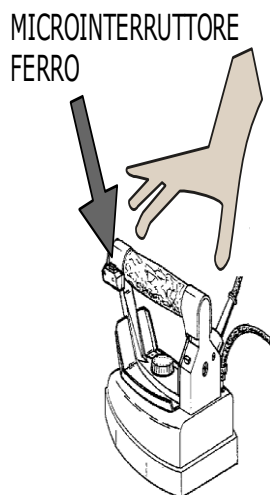

Fig. 6
7. L'apparecchio raggiunge la pressione ottimale per lo stiro quando la spia caldaia (verde) si spegne. Sollevare il ferro per il manico in sughero e premere il microinterruttore del ferro (fig. 6) per 4-5 volte, facendo uscire il vapore. Bisogna inoltre accertarsi che il vapore sia ben saturo (premendo il microinterruttore con il ferro rivolto verso il pavimento).
1. Passare il ferro da stiro sui capi da stirare, premendo ad intervalli il microinterruttore del ferro (fig. 6) per far uscire il vapore e aspirare contemporaneamente. L'aspirazione evita ristagni d'acqua sul tavolo e permette al capo di asciugarsi.